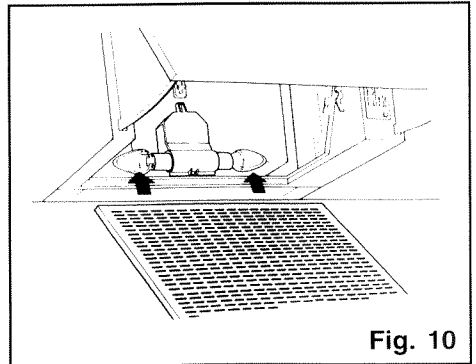

Fig. 10
- a - De verlichting bestaat uit twee lampjes van 40 W, die men kan bereiken door het afzuigrooster te openen (**fig. 10**).
- a - Lighting is provided by 2 40W bulbs, which can be replaced by opening the metal grille (**fig. 10**).